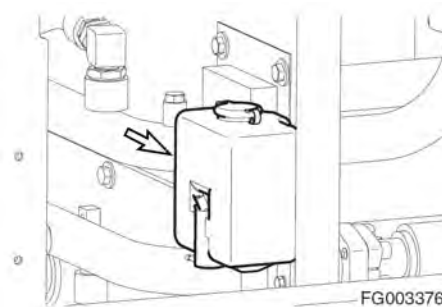

Рис. 29
1. Открыть левую дверцу для обслуживания и проверить уровень жидкости в бачке омывателя стеклоочистителя (рис. 29).